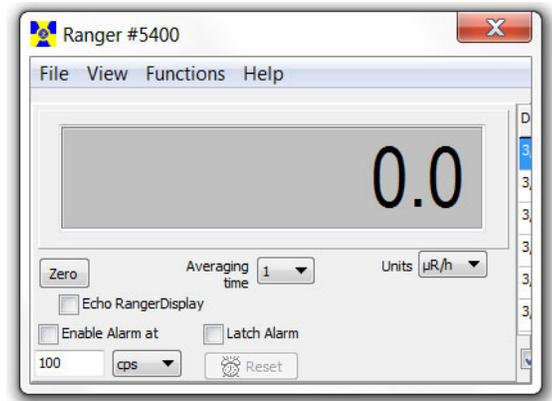

Figure 6(3)
**Show Grid (Affichage de la grille)** affiche la collecte de données en cours basée sur les réglages utilisateur dans la boîte de dialogue View (Vue) > Preferences (Préférences) > Grid Settings (Réglages de la grille) (Figure 6(4)).